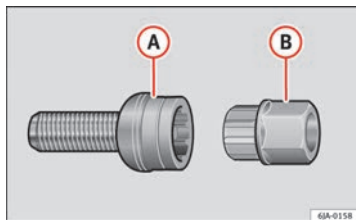

Abb. 141 Sicherheitsradschraube mit Adapter
- Stecken Sie den Adapter \textcircled{B} \Rightarrow Abb. 141 mit seiner verzahnten Seite bis zum Anschlag so in die innere Verzahnung der Sicherheitsradschraube \textcircled{A} , dass nur noch der äußere Sechskant herausragt.